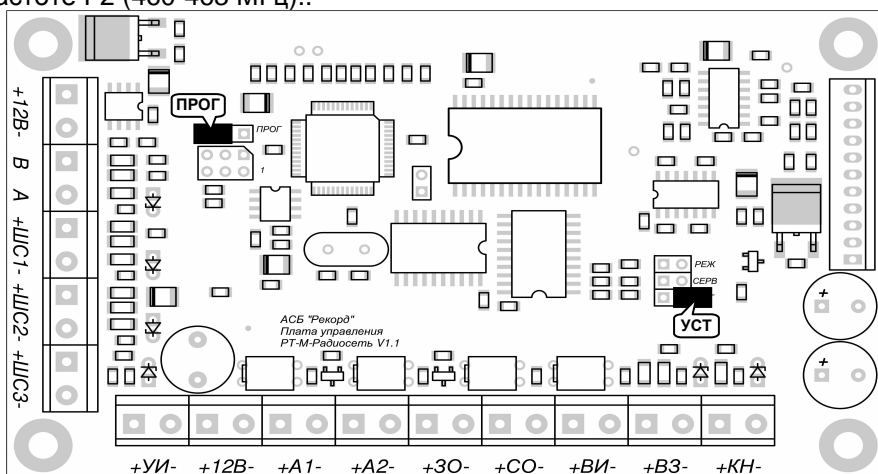

Рисунок. 4 Плата управления
1.4.4 Извещения от объектовых приборов, принятые платой приемной РТ-М передаются через RS-485 интерфейс на плату управления “РТ-М-Радиосеть” (см. рис. 4), далее через приемопередатчик РПМПД “Радиосеть” в формате РСПИ “Радиосеть” передаются на РТ “Радиосеть” на частоте F1 (450-453 МГц), в ответ РТ “Радиосеть” передает подтверждение РТ-М на принятые сообщения на частоте F2 (460-463 МГц)..
- переключатель «**ПРОГ**» - для правильного функционирования платы управления переключатель должна быть установлена в соответствии с рис. 4.